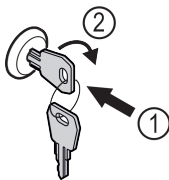

Fig. 170
- ▶ Iespiediet atslēgu Fig. 170 (1).
- ▶ Grieziat atslēgu par 90° pulksteņrādītāja virzienā Fig. 170 (2).